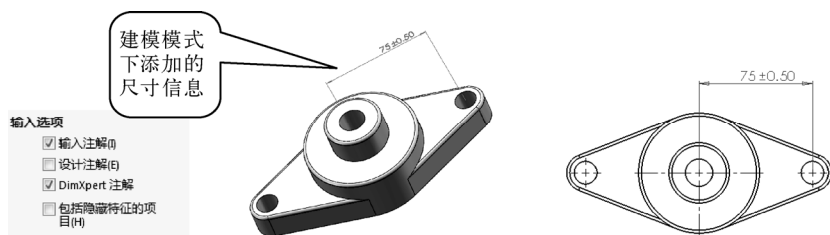

图 7-14 “输入选项”卷展栏的作用
- “输入选项”卷展栏:选择此卷展栏下的选项,可以在视图输入建模模式下添加的注释,如图7-14所示。